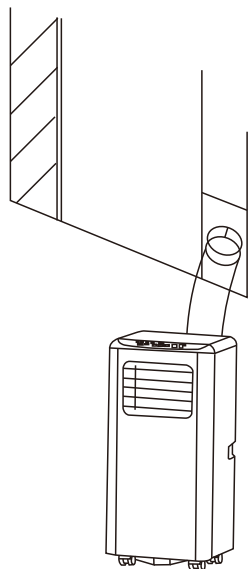

Fig.6
- 2) Som visas i Fig.6 och Fig. 6A, installera frånluftsslagen och justera fönsteröppningen.
- 3) Som visas i Fig. 6, Anslut avloppsslagen väl (endast för användning av värme modellen);;